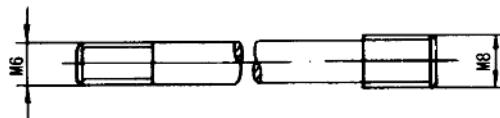

图 1-11 气缸螺柱
(1)曲轴箱上气缸螺柱的螺纹孔滑牙的修复方法:采用加大螺纹孔的方法进行修理,即将原 M6 螺纹孔用 $\Phi 6.7\text{mm}$ 的钻头进行扩孔,再用 $\Phi 10\text{mm}$ 的钻头划倒角,然后用 M8 普通螺纹丝锥进行攻丝。攻丝时,丝锥的轴线要垂直于曲轴箱平面,不要歪斜。攻丝完毕后,先用材料 40Cr 和硬度为 HRC28~35 或 45#钢调质处理,制作螺柱(图 1-11),并且将加工好的气缸螺柱拧紧在曲轴箱上后,保证与其他 3 根气缸螺柱外露高度相同,同时能将自制气缸螺柱 M8 的螺纹部分全部拧入曲轴箱螺纹孔内,以免装配时阻挡气缸体,使气缸体不能和曲轴箱平面紧密配合而漏气。此外,除了上述修复方法外,也可采用适当地加深气缸螺柱的螺纹孔深度进行修复。